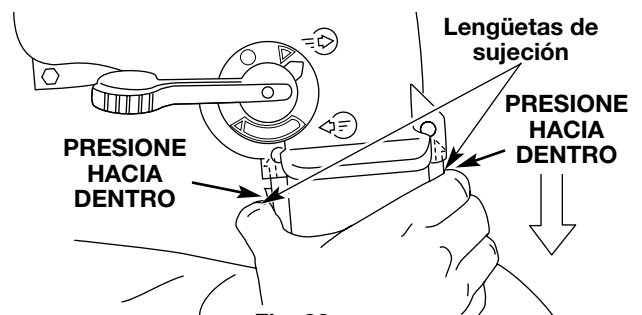

Fig. 22
1. Mientras presiona las lengüetas de sujeción a ambos lados del tubo de la bolsa del aspirador, saque la bolsa del aspirador hacia abajo de la unidad (Fig. 22).